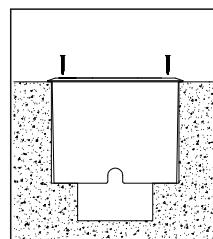

Рис. 5
- Закрепите осветительный прибор в стакане с помощью болтов входящих в комплект поставки (рис. 5)